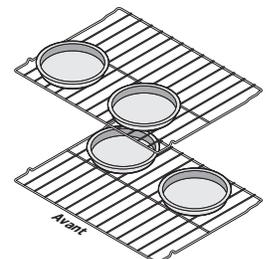

Figure 8 : Espacement des ustensiles de cuisson
- Lorsque vous cuisinez avec deux grilles de four, positionnez l'ustensile de cuisson comme illustré à la Figure 8. Laissez un espace d'au moins 5 cm (2 po) entre les ustensiles pour permettre à l'air de bien circuler.